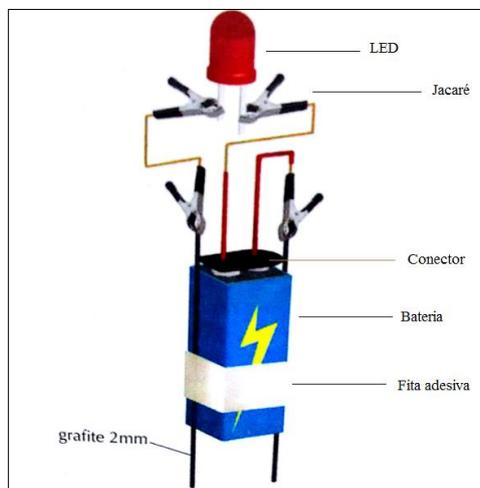

Figura 1: Esquema para a construção do aparelho indicador de condutividade.
- Construa o equipamento esquematizado na Figura 1.